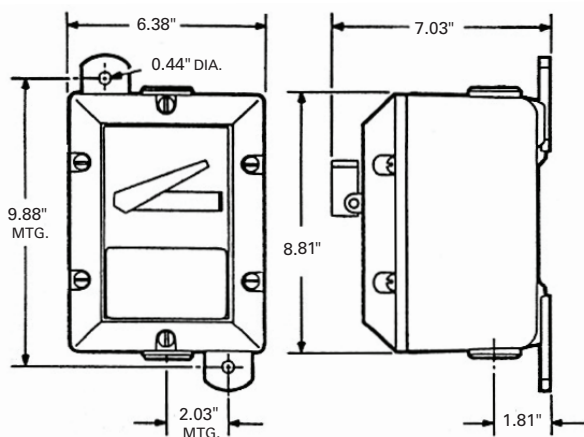

Figura 1. Dimensiones
1. Seleccione un lugar de montaje que proporcione el esfuerzo y rigidez adecuados para soportar todo el alambrado y dispositivos de control contenidos. La Figura 1 muestra las dimensiones del montaje de las envoltentes Serie EMN. Perfore dos orificios de montaje de 0.44 pulgada (7/16").